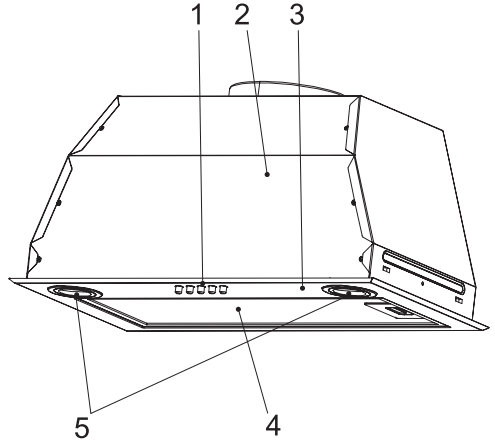

Рис. 1
Наружная часть вытяжки состоит из следующих составных частей (см. рис. 1):
- видимой частью кухонной вытяжки является съёмная декоративная панель (см. рис. 1, позиция 3), а основной корпус вытяжки спрятан в подвесном шкафу;
- снять декоративную панель 3 (см. рис. 1), открутив для этого винты ее крепления.